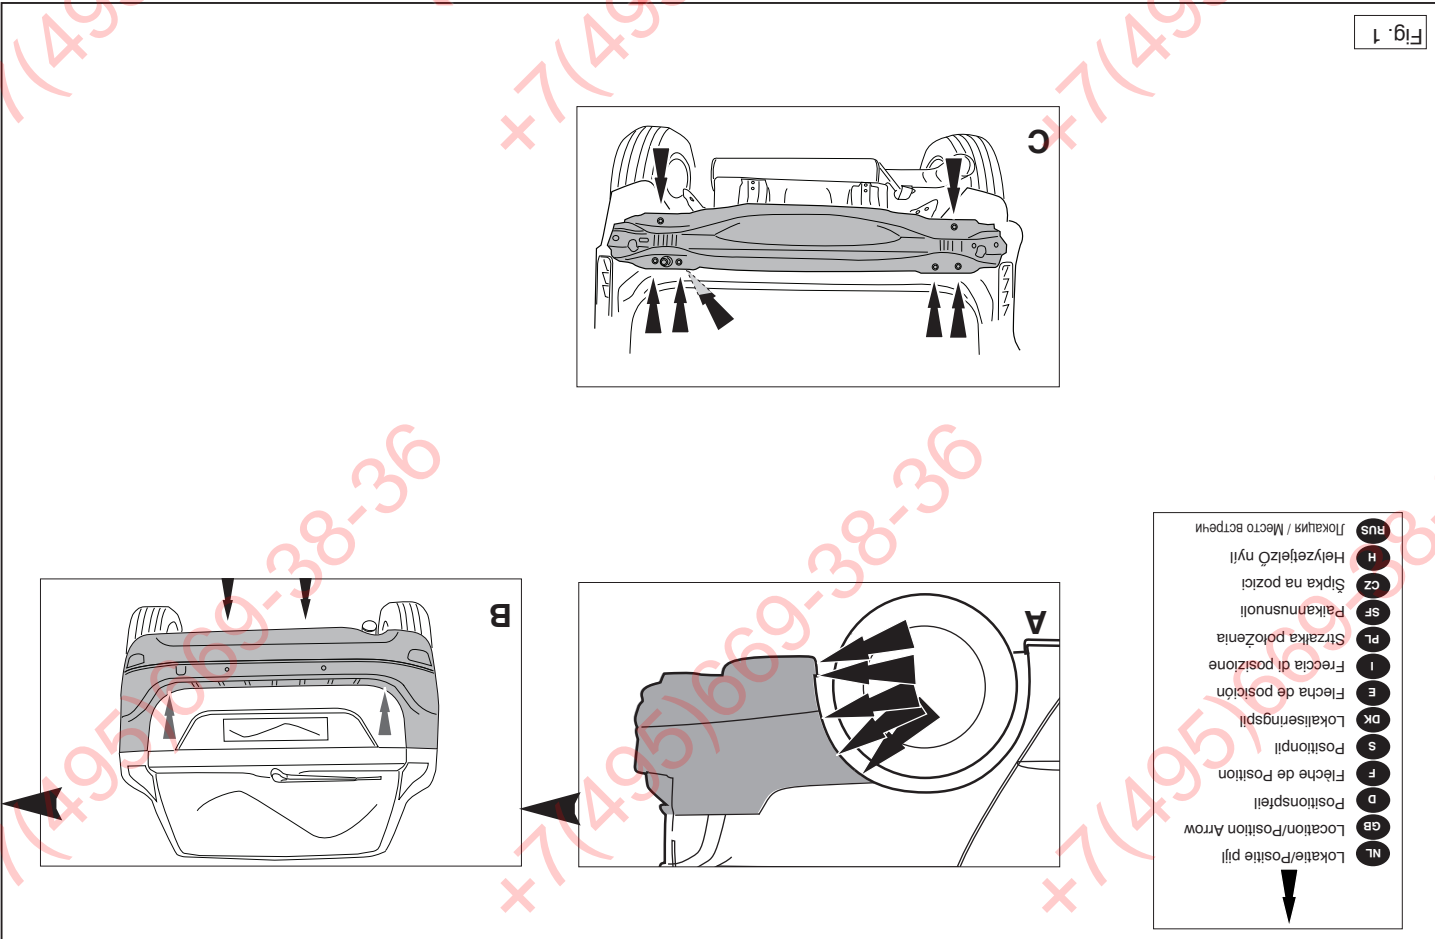

Fig. 1
1. Снять бампер вместе со стальным буферным брусом автомобиля. (См. рисунок 1).